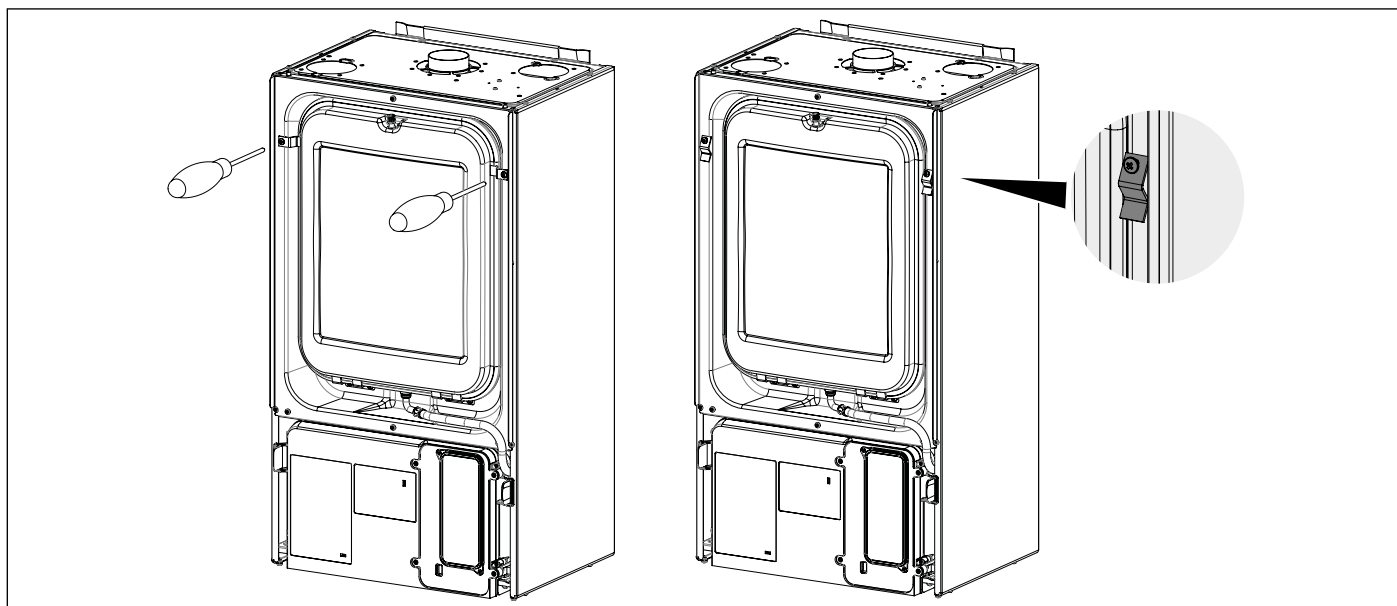
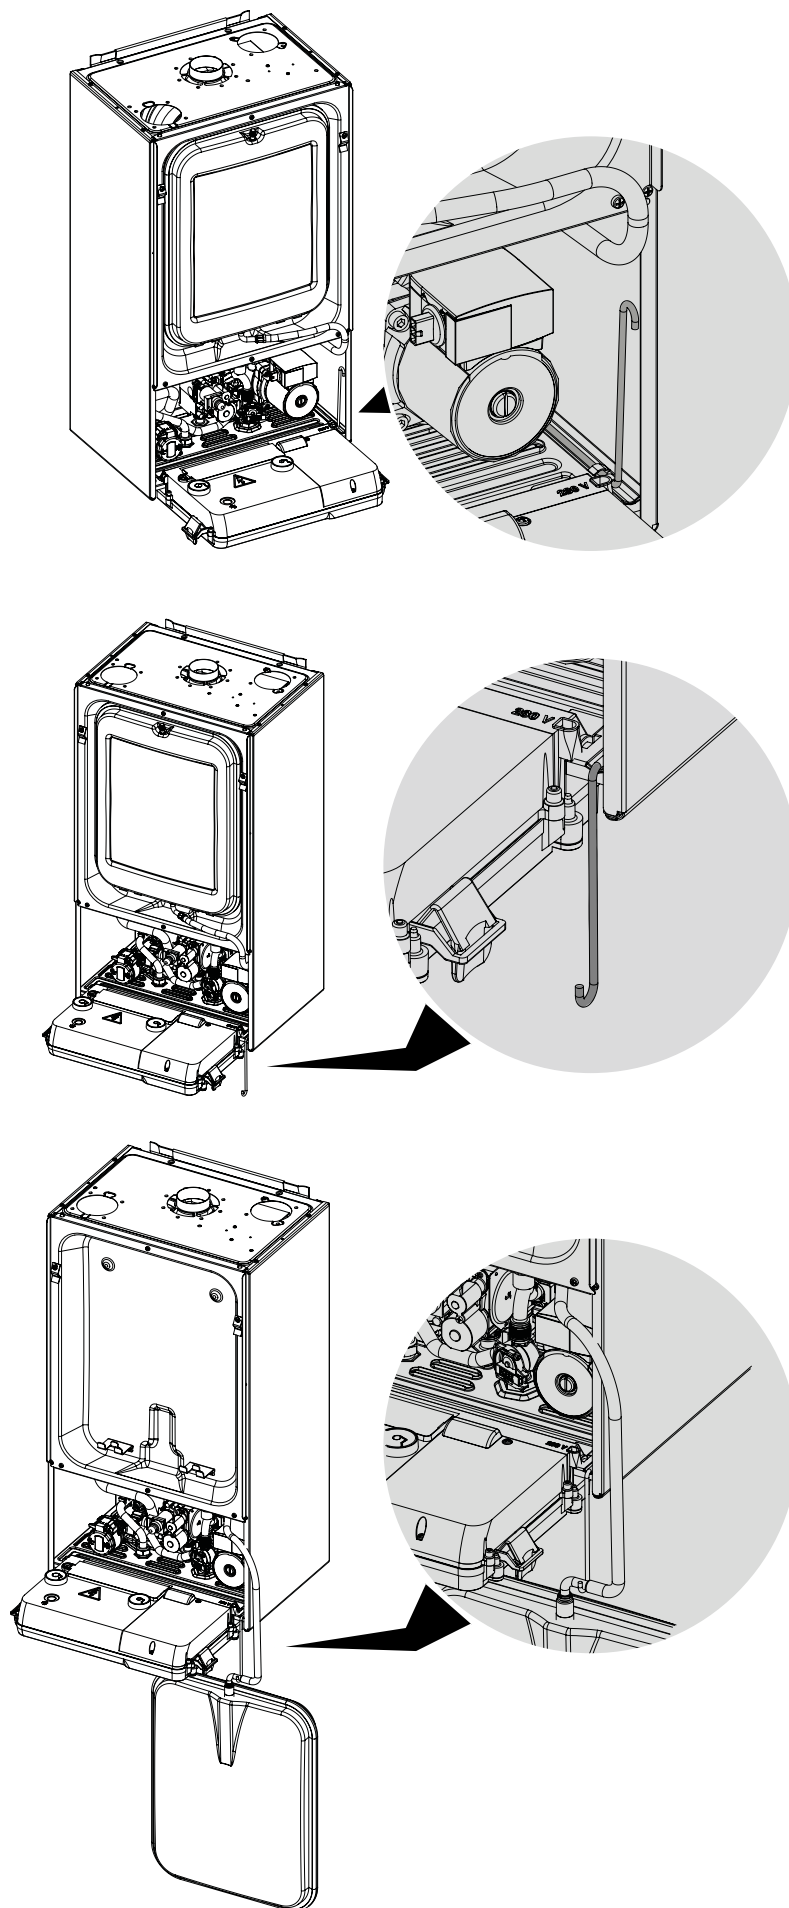

Рис. 44 Демонтаж фіксаторів розширювального баку
Рис. 45 Скоба кріплення розширювального бака
- Зняти передню панель герметичної камери, попередньо зняв розширювальний бак (дивись Рис. 44 Демонтаж фіксаторів розширювального баку та Рис. 45 Скоба кріплення розширювального баку).